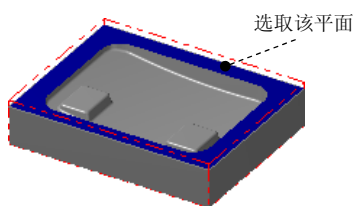
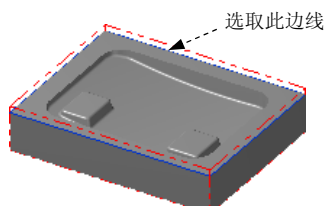

图 10.4 定义参考面
图 10.5 绘制矩形边界
Step1. 绘制矩形边界。单击“顶视图”按钮, 选择  **C 绘图**   **B 边界盒...** 命令, 取消选中  **所有图素** 复选框, 然后选取图 10.4 所示的面, 单击  按钮, 结果如图 10.5 所示。
(2) 设置加工边界。在  **边界范围** 区域中单击  按钮, 系统弹出“串连选项”对话框。在图形区中选取图 10.5 所绘制的边线, 单击  按钮, 系统返回至“刀具路径的曲面选取”对话框。
(3) 单击  按钮, 完成加工区域的设置, 同时系统弹出“曲面粗加工挖槽”对话框。